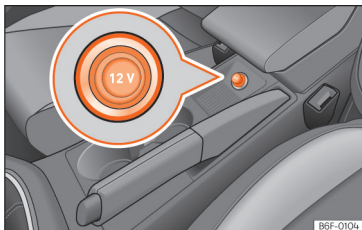

Fig. 130 Tomada de corrente de 12 Volts do veículo.
- Retire a tampa da tomada de corrente situada na consola central >>> **Fig. 130.**